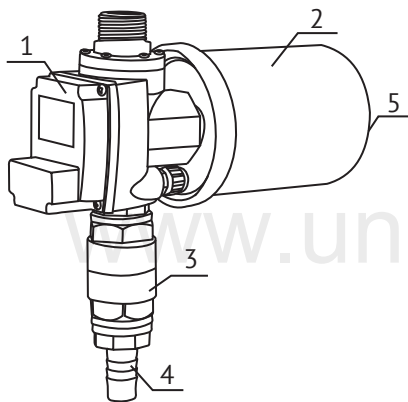

рис. 1
Комплект автоматики ТУРБИ-М3-2 (рис. 1) состоит из блока управления (1), гидроаккумулятора емкостью 2л (2), обратного клапана (3) и штуцера для присоединения гибкого шланга (4). Данный комплект рекомендуется использовать для погружных вибрационных насосов.